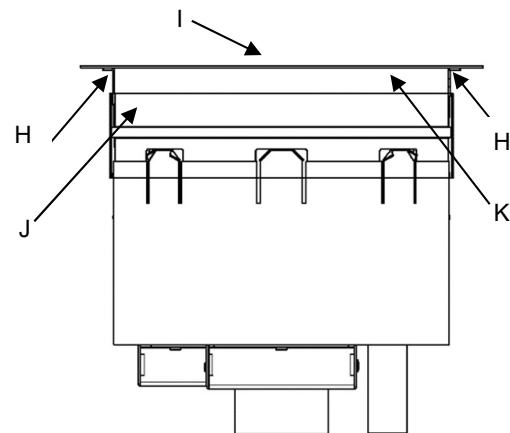

Fig. 4
6. Inserte el accesorio de servicio de 8" en el orificio central. Presione hacia abajo sobre la placa de instalación (I) hasta que los soportes (H) en la Fig. 4 se asienten contra el piso. En los orificios perforados con núcleo de diámetro más pequeño, puede producirse cierto corte del material de la junta intumescente flexible (J).
7. Para aplicaciones de energía, conecte el conducto a la caja inferior serie S1R8JNCxxx (A) según todos los requisitos del código. No es necesario adjuntar datos al conducto. Realice todas las conexiones de cableado, conductos y cajas de conexiones de acuerdo con los códigos aplicables.
8. Retire la placa de instalación (I) y el espaciador (K), vea la Fig. 4. Si se reinstalará la placa de instalación (I), conserve el espaciador (K) y los tornillos (L). Vea la figura 5.